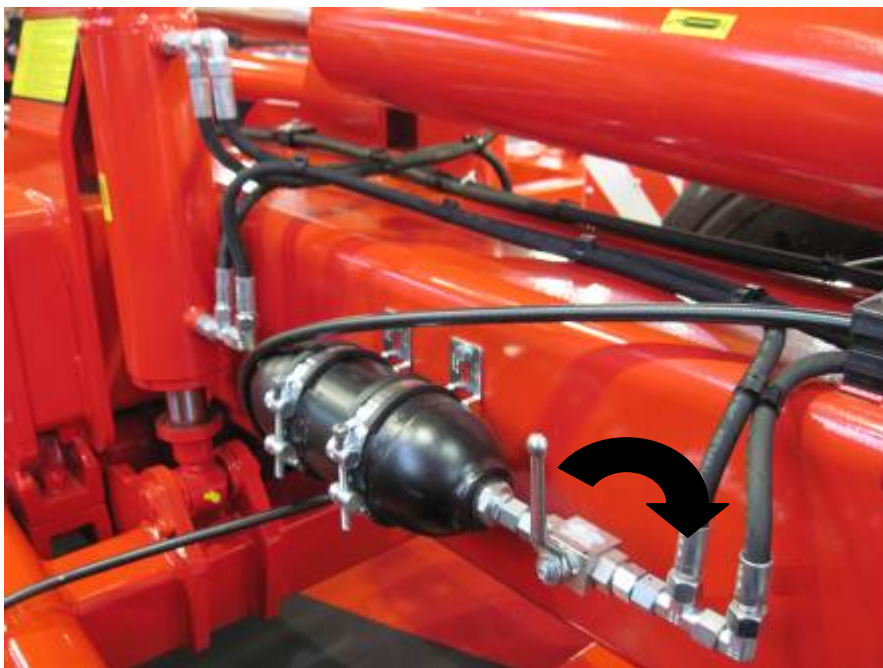

Рисунок 10. Азотный гидроаккумулятор опорных колес в транспортном положении
- Кран азотного гидроаккумулятора опорных колес перевести в положение «открыто» (рис. 10)